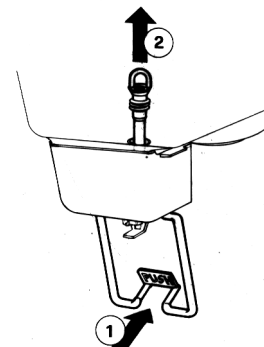

figure 5
- 1 - Pousser (1) le levier de débit robinet et défilez (2) le tuyau de son siège vertical sur le fond du réservoir (voir figure 5).